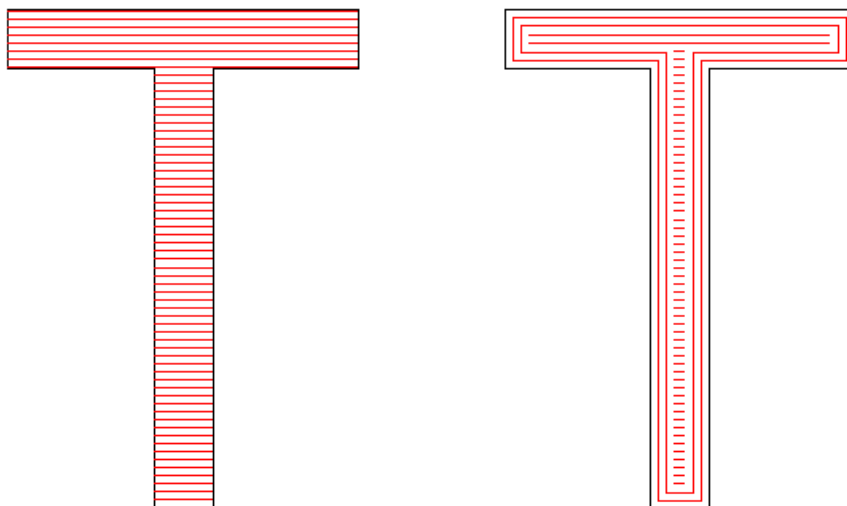

Рис. 3-11. Число циклов.
**Число циклов:** количество кольцевых петель перед сплошной штриховкой (Рис. 3-11).